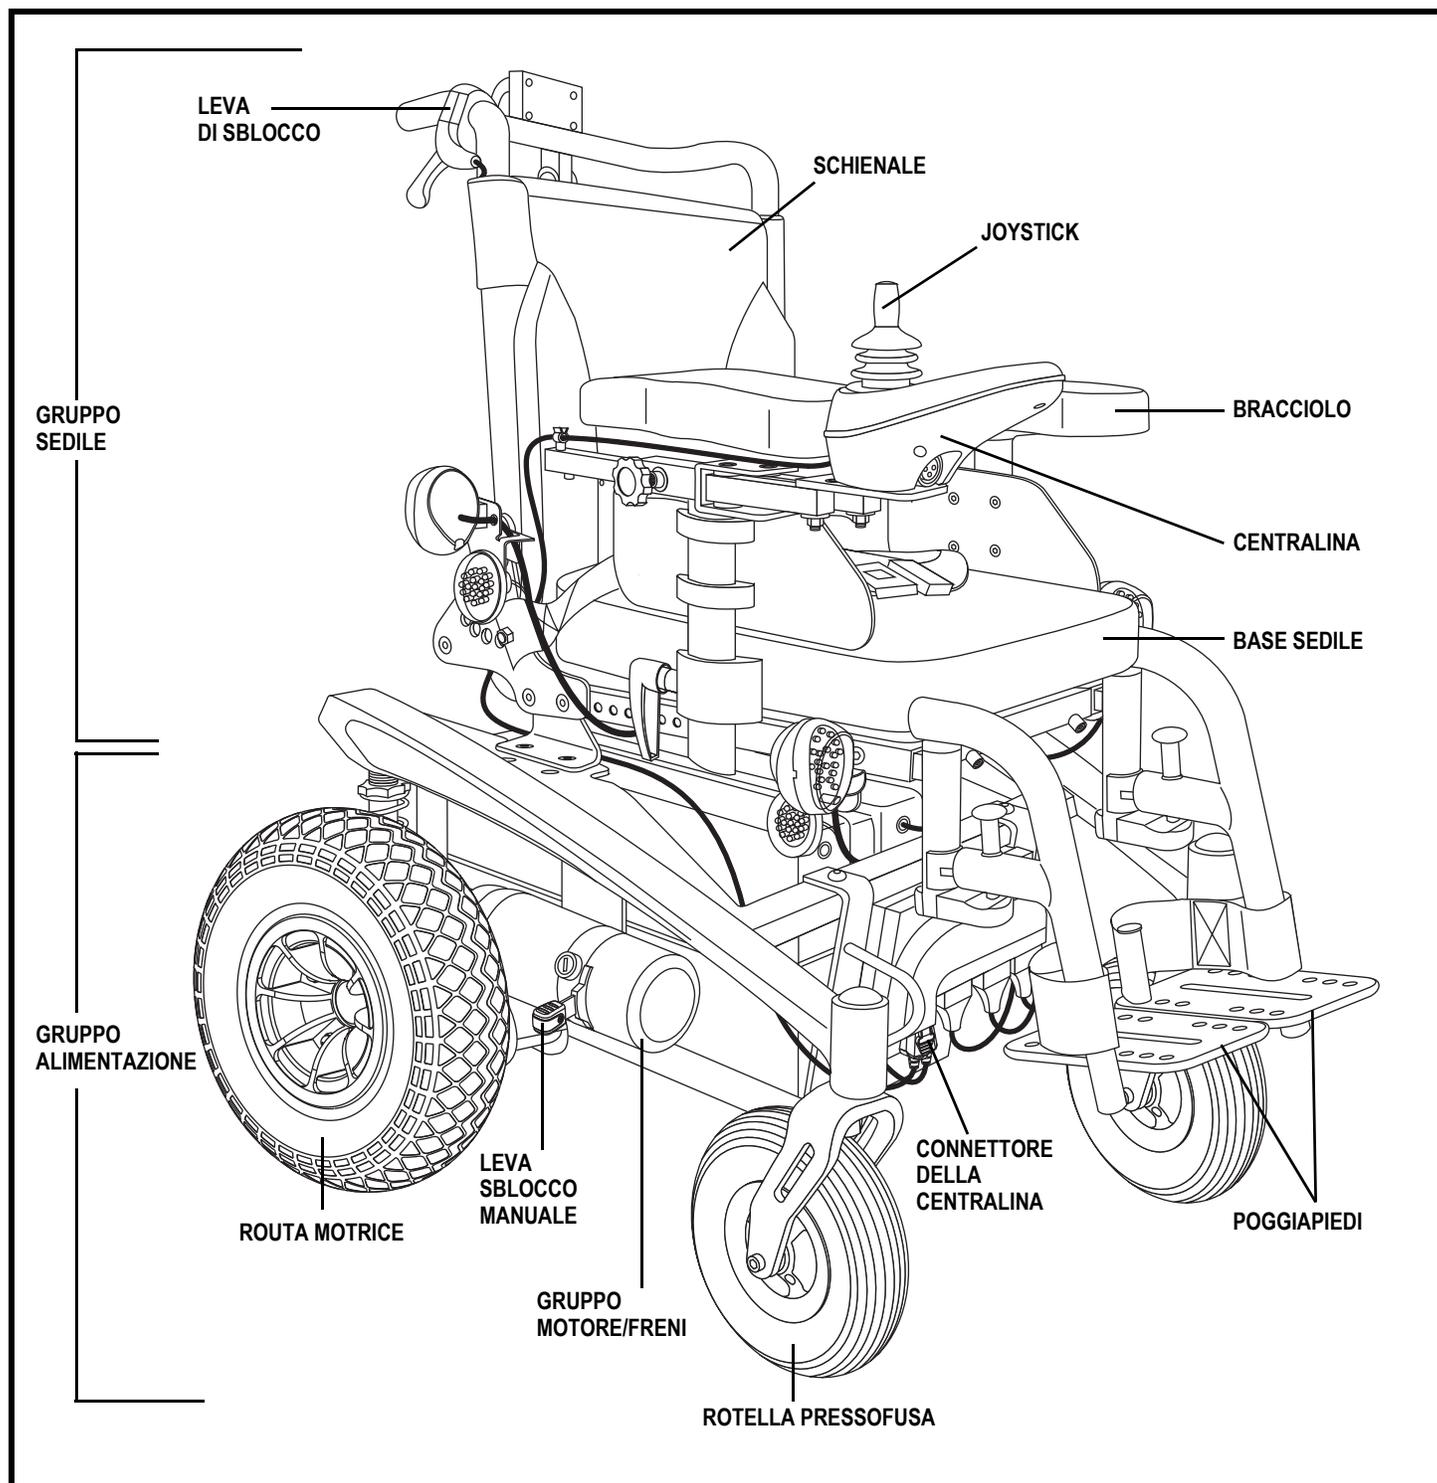

Figura 1. Sparky
La Carrozzina elettronica ha due gruppi principali: il gruppo sedile e il gruppo base di alimentazione. Vedere figura 1 e 2. Normalmente il gruppo sedile comprende i braccioli, lo schienale e la base del sedile. La base elettronica comprende due gruppi motore/freni, due ruote motrici, due ruote pressofuse, due ruote anti-ribaltamento, due batterie e i pannelli di cablaggio.
**Connettore della centralina:** È il punto in cui la centralina si collega alla base elettronica. Il connettore della centralina si trova nella parte posteriore della base di alimentazione. **Vedere figura 1.**